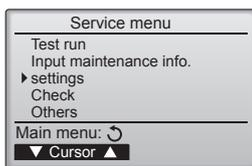

Fig. 6-2
### 6.2. Comando a distanza (Fig. 6-2)
- ① (Fig. 6-2)